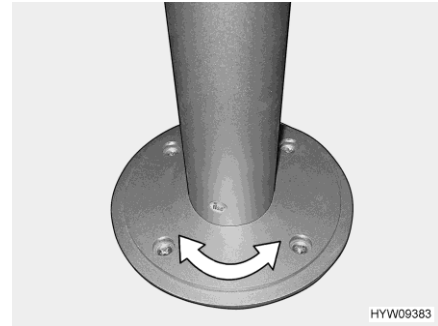

Fig. 57 Pied de table colonne (pivotant)
- Tourner le plateau de table dans la position désirée. Un certain effort est pour cela nécessaire car le plateau de table tourne dans le sens inverse de la résistance au frottement sur le pied de table colonne (Fig. 57).